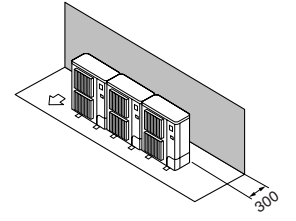

Fig. 2-8
- ① Yalnızca arkadaki engeller (Fig. 2-8)